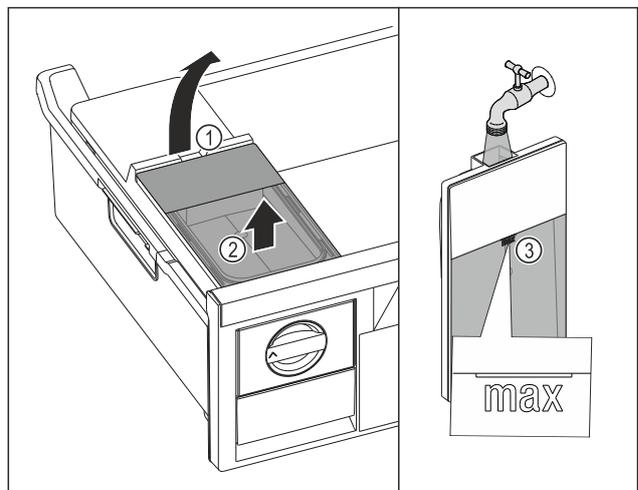

Fig. 48
- ▶ Soulever le réservoir d'eau par l'encoche Fig. 48 (1).
- ▶ Retirer le réservoir d'eau par le haut. Fig. 48 (2)
- ▶ Remplir le réservoir d'eau potable jusqu'au repère Fig. 48 (3).